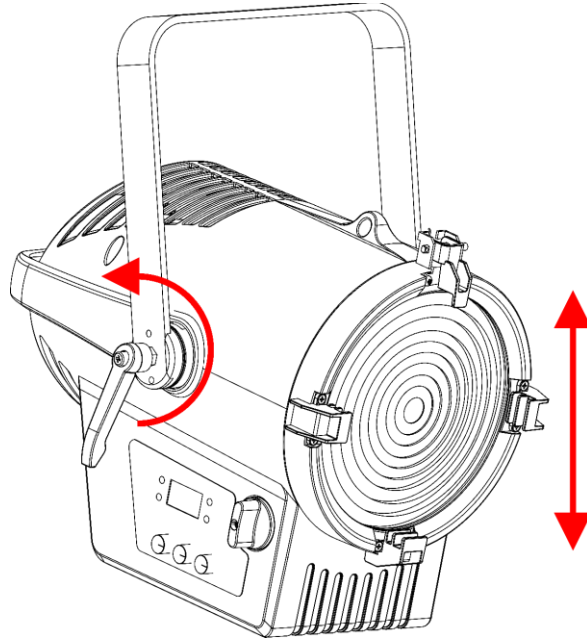

Fig. 08
- 01) Gire los **tornillos de ajuste (03)** en sentido antihorario para aflojarlos.
- 02) Inclíne el dispositivo hasta la posición deseada (Fig. 08).
- 03) Gire los **tornillos de ajuste (03)** en sentido horario para apretarlos. Asegúrese de que el dispositivo no se pueda mover libremente después de haber apretado los **tornillos de ajuste (03)**.